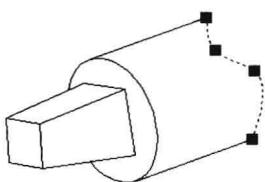
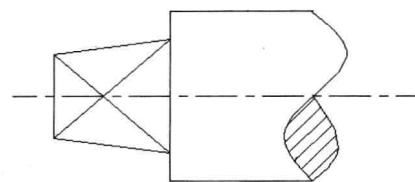

图 3-5-22
图 3-5-23
(6) 修改样条曲线时，最直接的方法是单击样条曲线，可以看到线上显示出蓝色的点，如图 3-5-22 所示，称为拟合点。
(7) 单击蓝色点，选中的点会显示为红色，移动十字光标至新的位置，单击，选择的点移至新的位置，曲线即可发生改变。
(8) 用同样的方法使用样条曲线绘制剖断符号，如图 3-5-23 所示。